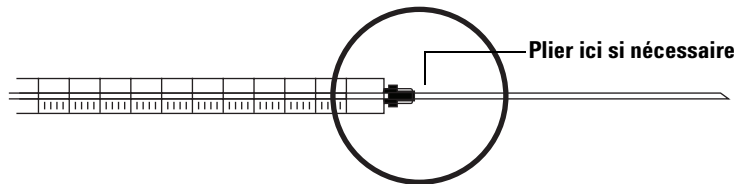

Figure 44 Contrôle de la seringue
- 1 Faites rouler la seringue sur le bord d'une surface plane propre. Si la pointe de l'aiguille dessine un cercle, redressez la tige en la pliant légèrement près du point de connexion avec le cylindre de la seringue. Faites un nouvel essai (Figure 44).